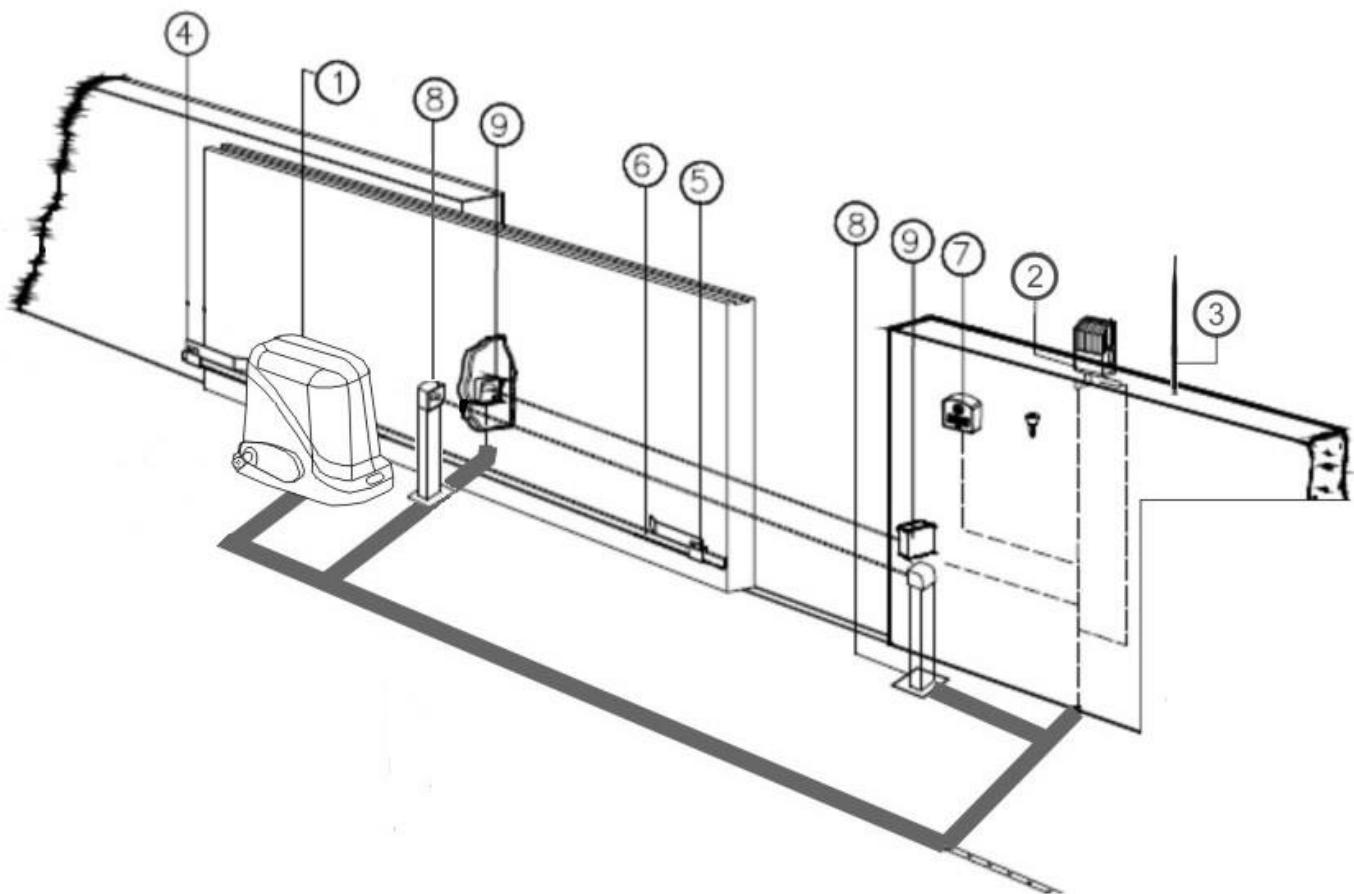

Рис. 1 Типовая схема автоматизации откатных ворот
- Определите приблизительно положение, в которое будет установлен каждый компонент приводной системы (Рис. 1).
- Определите схему, при помощи которой будет выполняться подсоединение всех электрических устройств, приводной системы (Рис. 1).